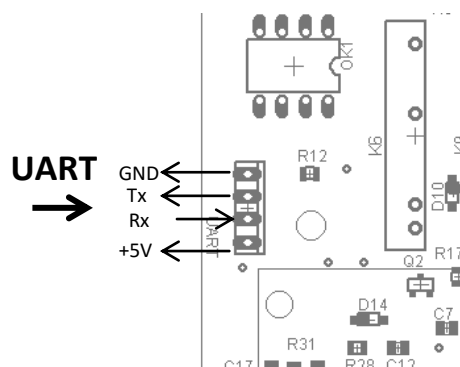

Рисунок 15 Подсоединение модема
Модем (2) подключается в соответствии со схемой на Рисунок 15. Белый кабель питания подключен к кабелю двигателя (контакт X2-8), а коричневый – к контакту X2-4. Кабель адаптера EP0005 подключен к модему и к разъему контроллера UART. В зависимости от местоположения модема могут быть использованы удлинители.